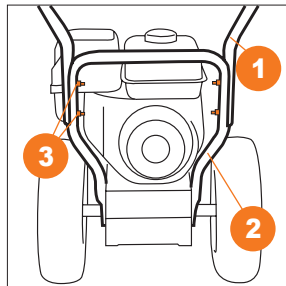

Рис. 3
- Соедините панель оператора **1** с нижней частью рукоятки **2** с помощью четырех болтов, шайб и гаек **3** (Рис. 3).